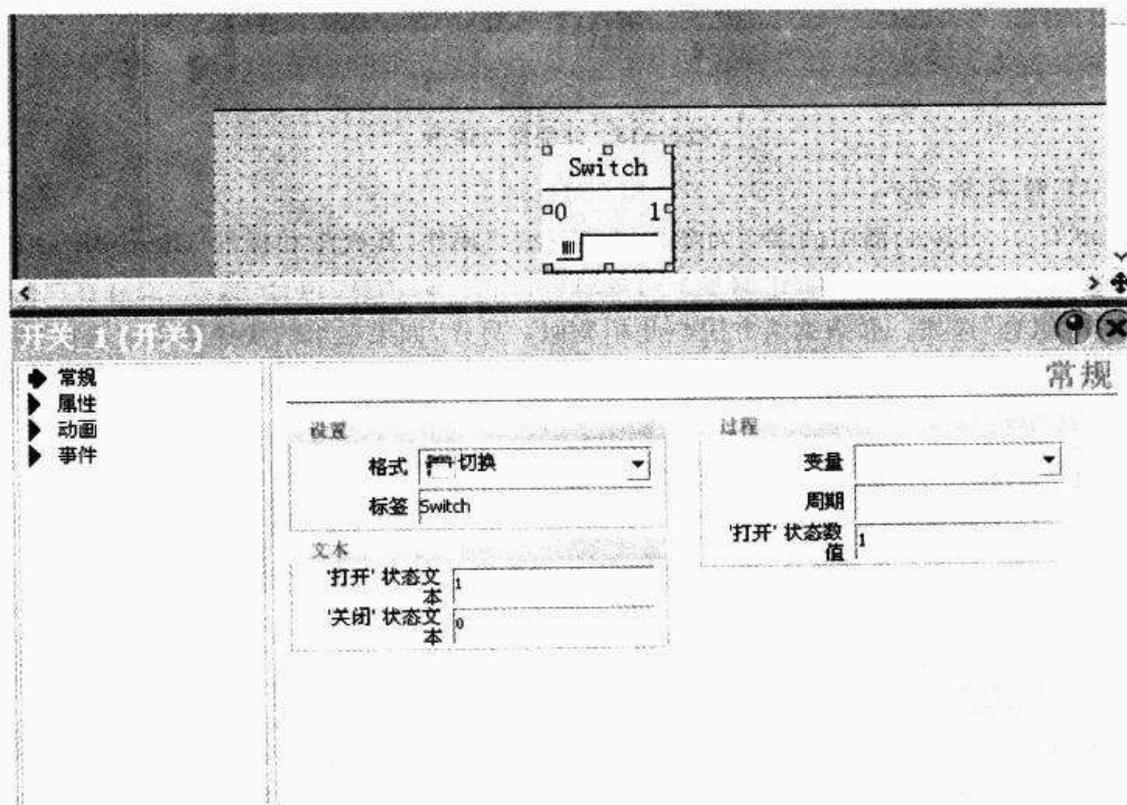

图 5-15 开关组态
“开关”对象用于组态开关,以便在运行期间在两种预定义的状态之间进行切换,可通过标签或图形符号将“开关”对象的当前状态可视化,如图 5-15 所示。
- 切换：“开关”的两种状态均按开关的形式显示，如图 5-15 所示。开关的位置指示当前状态，在运行期间通过滑动开关来改变状态。